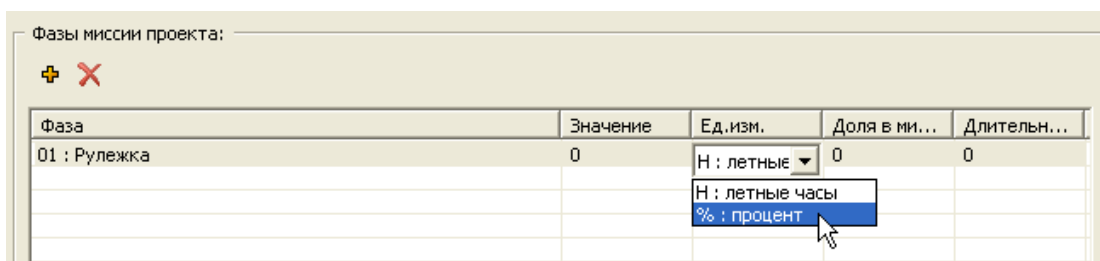

Рис. 5-32
- Сделайте двойной щелчок левой кнопкой мыши по ячейке **Ед.изм.** и в раскрывающемся списке выберите единицу измерения, в которой нужно задать длительность данной фазы миссии (рис. 5-32).